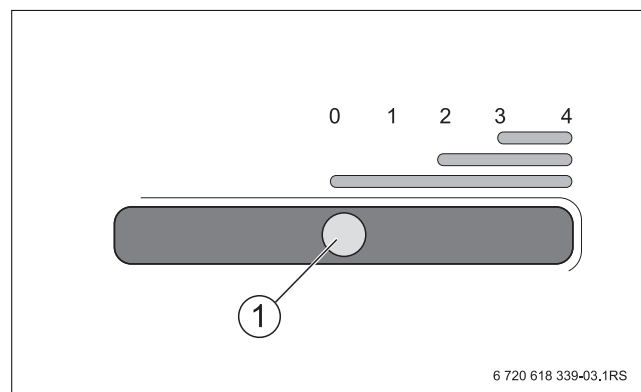

Bild 7 Scheibenspülluftschieber an der Füllraumbür
- Scheibenspülluftschieber [1] nach rechts schieben, um dem oberen Feuerraum weitere Sekundärluft und Scheibenspülluft zuzuführen (→ Bild 7).